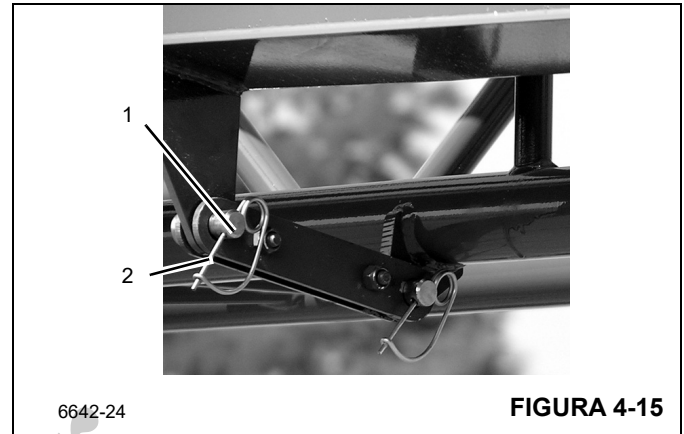

FIGURA 4-15
4. Retire la pinza de retención (2, Figura 4-15) y el pasador (1)